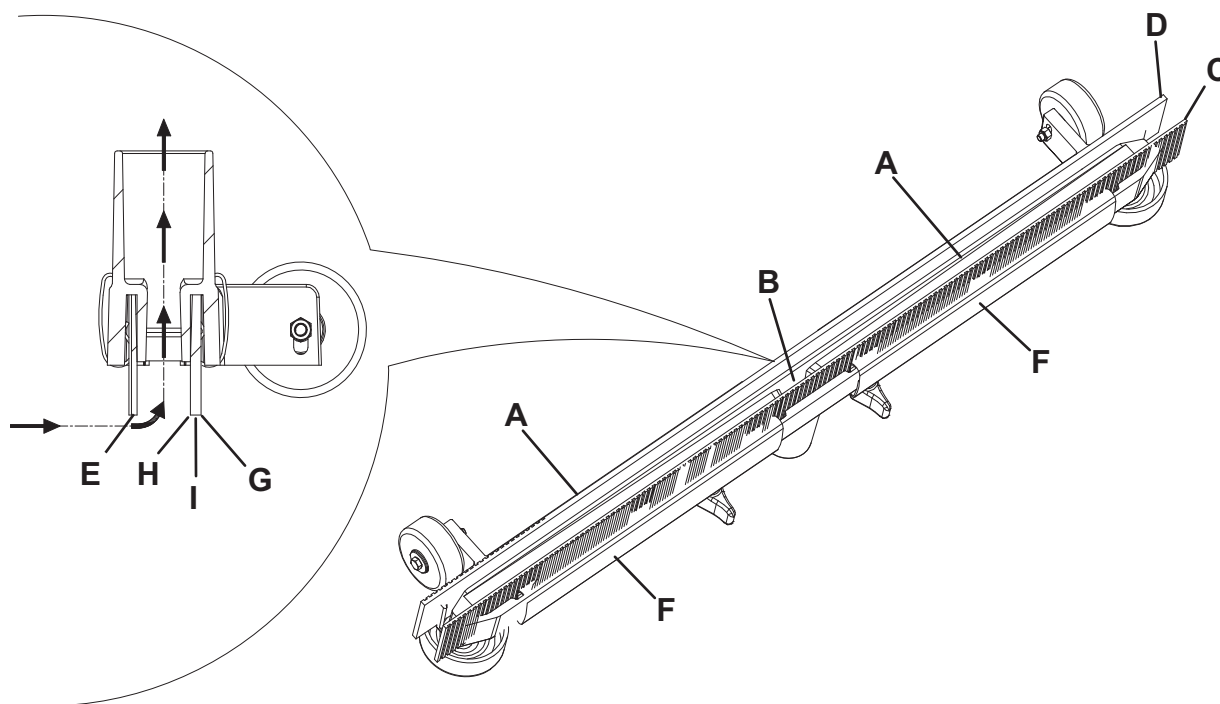

Figure 6
3. Baisser l'embouchure au moyen du levier (19).
4. Déconnecter le tuyau d'aspiration (22) de l'embouchure.
5. Desserrer les boutons (12) et déposer l'embouchure (11).
6. Laver et nettoyer l'embouchure. Nettoyer en particulier les compartiments de convoyage (A, Fig. 6) et l'orifice d'aspiration (B) de la saleté et des déchets.
7. Contrôler que la lamelle en caoutchouc avant (C) et la lamelle en caoutchouc arrière (D) sont intactes et qu'elles ne présentent pas de coupures ou déchirures ; dans le cas contraire, les remplacer (voir la procédure au paragraphe suivant).
2. Contrôler que les bords de la lamelle en caoutchouc avant (E, Fig. 6) et de la lamelle en caoutchouc arrière (I) se posent simultanément sur un plan, sur toute leur longueur ; dans le cas contraire, régler leur hauteur en procédant comme suit :
- Déposer les ressorts de fixation (F), puis régler la lamelle en caoutchouc avant (C) et la lamelle en caoutchouc arrière (D).
3. Contrôler que la lamelle en caoutchouc avant (C) et la lamelle en caoutchouc arrière (D) sont intactes et qu'elles ne présentent pas de coupures ou déchirures ; en cas contraire, les remplacer en procédant comme suit. Contrôler aussi que l'arête de la lamelle en caoutchouc arrière (H) n'est pas usée ; dans le cas contraire, renverser la lamelle, en remplaçant l'arête usée avec l'autre arête (G), si elle est encore intacte. Si l'autre arête est usée, remplacer la lamelle en caoutchouc, en procédant comme suit :
- Déposer les ressorts de fixation (F), puis remplacer (ou tourner) la lamelle en caoutchouc arrière (D).
4. Installer l'embouchure (11) et serrer les boutons (12).
5. Connecter le tuyau d'aspiration (22) à l'embouchure (11).